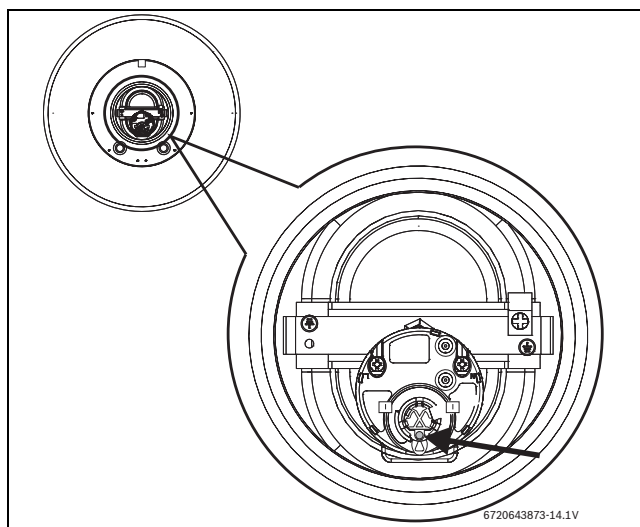

Fig. 14 Botão de rearme
- ▶ Pressionar completamente o botão (Fig. 14).